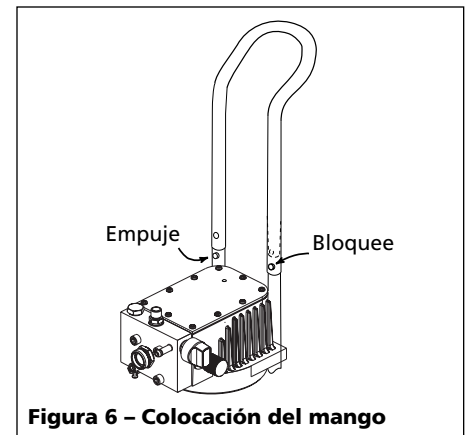

Figura 6 – Colocación del mango
7. Póngase detrás del equipo y extiéndase sobre el mango para sujetar los extremos en la parte inferior del mango. Usando el dedo pulgar y el dedo índice, oprima los cierres autoblocantes Valco Snaps y empuje hacia abajo con cuidado en el mango hasta que empiece a estar sobre los automáticos. Después, mueva las manos hasta la parte superior del mango y empújelo hacia abajo, hasta que llegue a su posición final (vea la Figura 6).